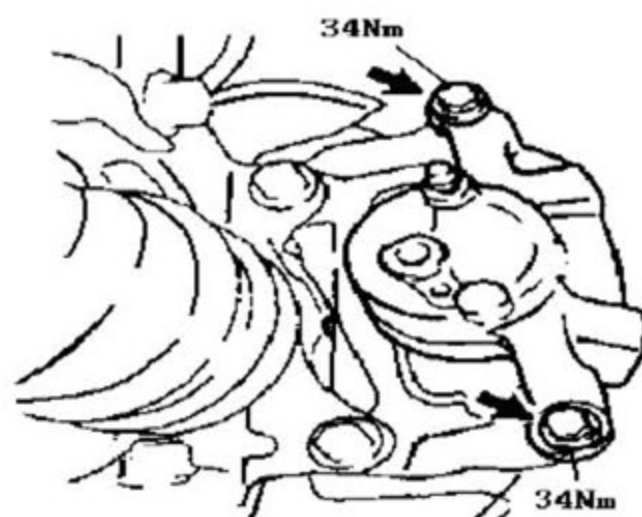

图 3-21
(1) 用2个螺栓安装前制动钳，如图3-21所示。拧紧力矩： $34\text{N}\cdot\text{m}$ 。